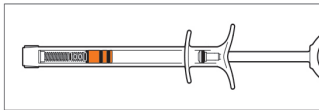

Abbildung 4 - zweite Klickposition (ganz draußen)
- d. Inflationsspritze durch langsames Zurückziehen des Kolbens zur **zweiten Klickposition** (ganz draußen) füllen (Abbildung 4).